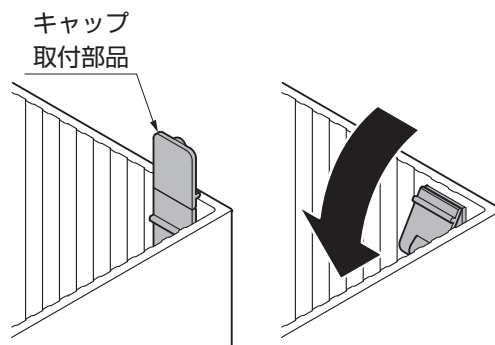

図16-6
- ③キャップ取付部品を折り曲げてください。(図16-6参照)
- ④150角キャップを150角柱にはめ込んでください。